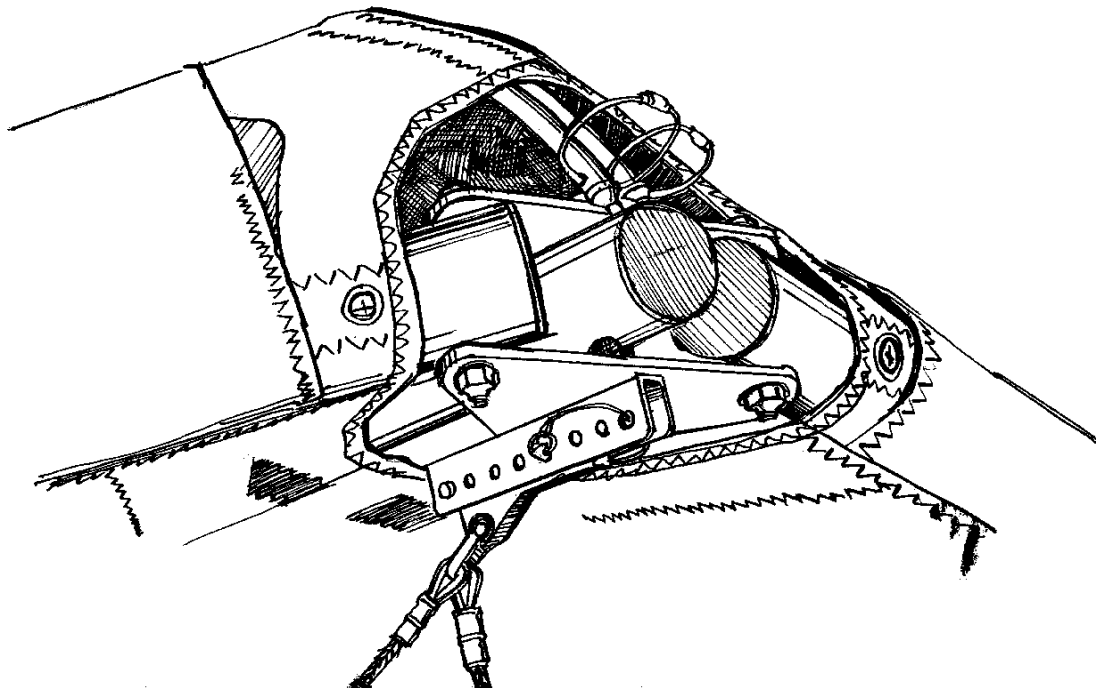

Рис.26
3.1. Произведите полный предполетный осмотр крыла. Необходимо проверить все элементы конструкции, подвижные соединения и элементы крепежа. Начните с носового узла, проверьте самоконтрящиеся гайки, валики с контрольными кольцами, которые крепят нижние передние троса. (Рис.26).